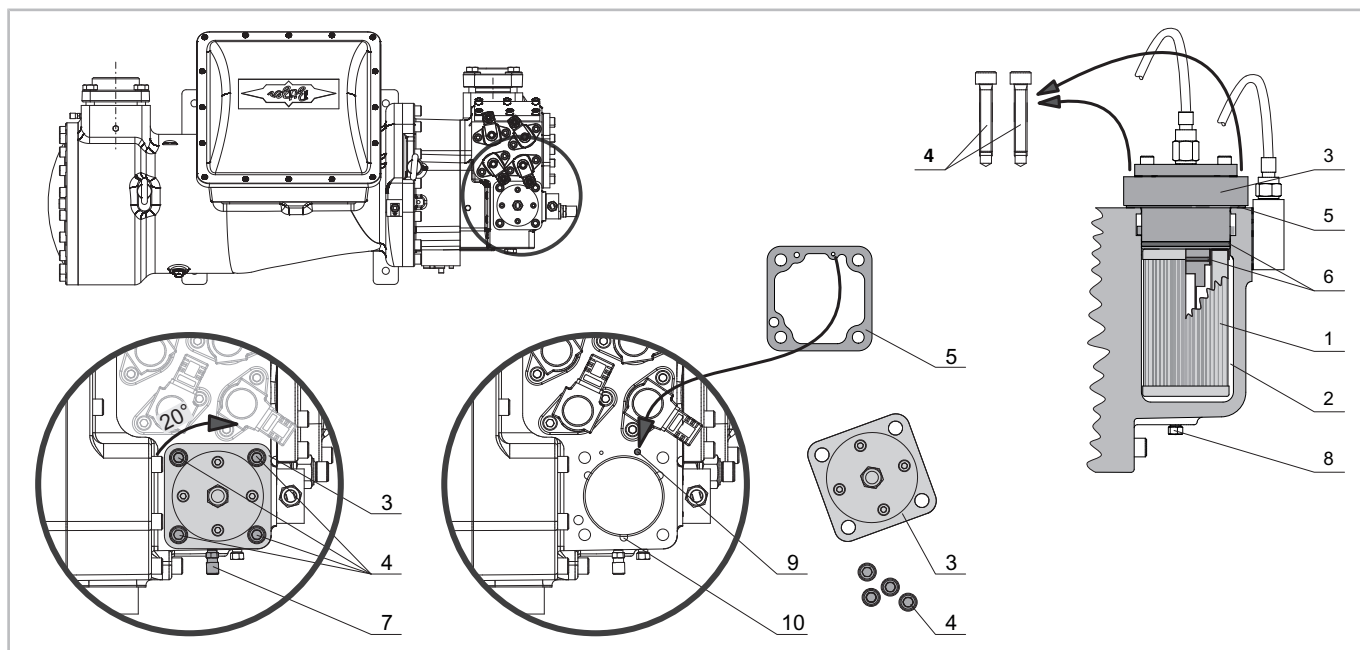

Рис. 13: HS.85: Замена масляного фильтра
- HS.85: перед камерой масляного фильтра, для замены внутреннего масляного фильтра (см. рис. 13, стр. 76).
#### HS.85: Замена внутреннего масляного фильтра (см. рис. 13, стр. 76)